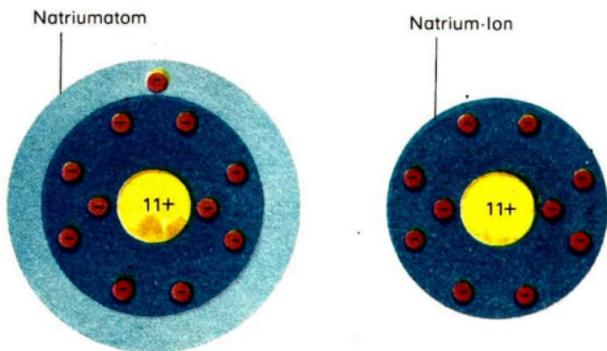

Abb. 85
**Eigenschaften von Kaliumchlorid, Magnesiumchlorid, Zinkchlorid und Kupferchlorid.** Kaliumchlorid, Magnesiumchlorid, Zinkchlorid, Kupferchlorid und Natriumchlorid bezeichnet man allgemein als **Metallchloride**. Sie haben alle sehr ähnliche Eigenschaften. Diese Metallchloride bestehen aus Kristallen und sind in Wasser löslich. Ihre wässrigen Lösungen leiten den elektrischen Strom. Auch die Schmelzen leiten den elektrischen Strom (Experiment 39), die festen Metallchloride dagegen nicht. Die Kristalle von Kaliumchlorid, Magnesiumchlorid und Zinkchlorid sind weiß. Dagegen ist Kupferchlorid grün und seine wässrige Lösung hellblau. Metallchloride haben hohe Schmelztemperaturen. ①
**Teilchen von Metallchloriden.** In den wässrigen Lösungen und Schmelzen einiger Metallchloride konnten die Chemiker bewegliche, elektrisch geladene Teilchen von der Größenordnung der Atome nachweisen. Diese Teilchen bezeichnet man als **Ionen** („ion“ griechisch, wandernd). Die elektrische Leitfähigkeit von wässrigen Lösungen (Experiment 38) und Schmelzen (Experiment 39) einiger Metallchloride läßt sich auf die beweglichen Ionen zurückführen. ②
**Vergleich von Atomen und Ionen.** Atome und Ionen eines Elements unterscheiden sich durch ihre Größe und durch die Anzahl der Elektronen (Abb. 85).